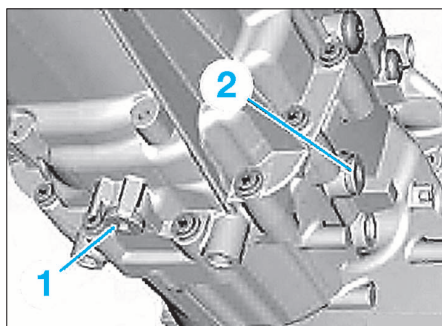

FIG. 11
- dévisser le bouchon de vidange (1) et le bouchon de remplissage (2) (Fig.11).
- nettoyer et visser le bouchon de vidange d'huile (1).